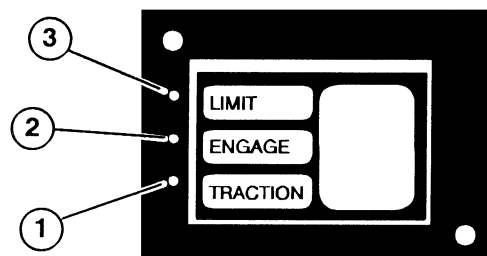

Fig. 12
**N.B.** Le spie LED sul controller (Fig. 12) indicano quando il controller riceve le seguenti immissioni: